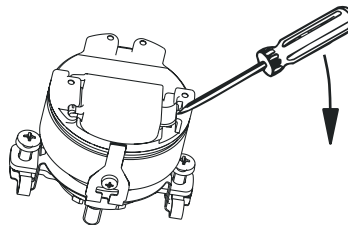

Abbildung 2: Demontage SKS/SKM36
- ▶ Die Abdeckung (12) ggf. mit Hilfe eines Schraubendrehers öffnen **siehe Abbildung 2**.
- ▶ Die 2 Schrauben M3 (8) entfernen.
- ▶ Die Befestigungsplatte (3) so positionieren, dass die Schraubenlöcher mit der Drehmomentstütze (4) übereinstimmen.
- ▶ Bis zum Einrasten der Befestigungsplatte (3) das Motor-Feedback-System von Hand drehen.
- ▶ Das Montagewerkzeug (5) auf die Motor-Feedback-System-Rückseite aufsetzen und an den Ausschnitten des Motor-Feedback-System-Gehäuses (6) einrasten.
- ▶ Das Motor-Feedback-System mit Hilfe des am Montagewerkzeug (5) befindlichen Sechskants (7) von der Antriebswelle lösen und entfernen.
- ▶ Den Stecker (9) des Litzensatzes (10) spannungsfrei in die Steckerbuchse (11) des Motor-Feedback-Systems einrasten.
- ▶ Schließen (in die Aussparung des Motor-Feedback-System-Gehäuses (6) einrasten lassen). Das Einrasten muss durch Klicken deutlich spürbar bzw. hörbar sein.